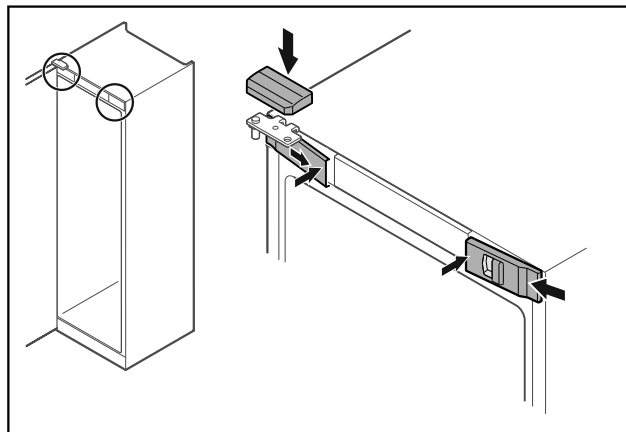

Fig. 46 \*
- Haakige eesmised katted Fig. 46 (1) küljel külge ja fikseerige seest.\*
- Haakige ülemine kate Fig. 46 (2) ülalt lahti.\*